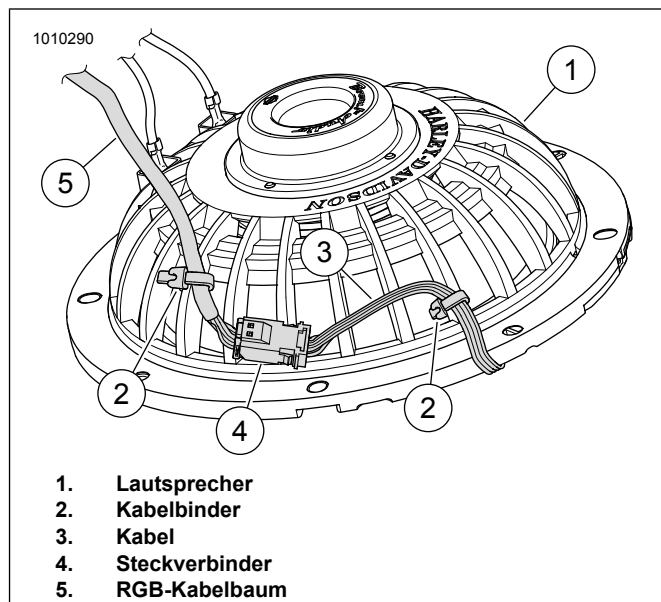

Abbildung 17. Lautsprecherrückseite, Kabel und Kabelbinder
a. Siehe Abbildung 17. Steckverbinder (4) des Lichtgenerators mit dem RGB-Kabelbaum verbinden.
b. Das Lichtgeneratorkabel (3) wie dargestellt an der Rückseite des Lautspeichers (1) entlangführen. Um den Steckverbinder (4) zu stabilisieren, das Lichtgeneratorkabel (3) und den RGB-Kabelbaum (5) wie dargestellt mit Kabelbindern (2) befestigen.